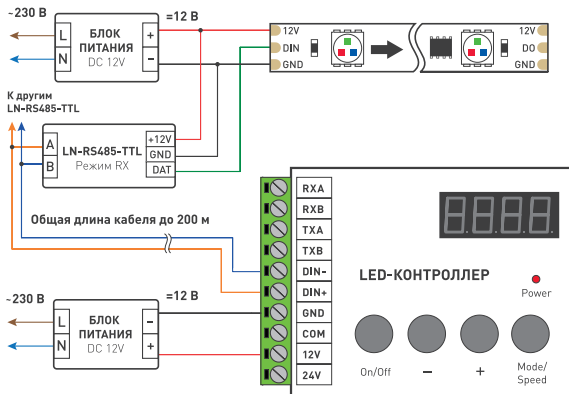

Рис.2. Подключение одного усилителя при наличии у контроллера симметричного выхода D+ и D-.
- 3.3. Подключите оборудование в соответствии с одной из приведенных схем. При наличии у контроллера симметричного выхода (DATA+ и DATA-), используется только один усилитель LN-RS485-TTL в режиме RX, установленный перед светодиодной лентой (Рис.2). При наличии у контроллера только одного выхода DATA, необходимо использовать два усилителя — один в режиме TX,